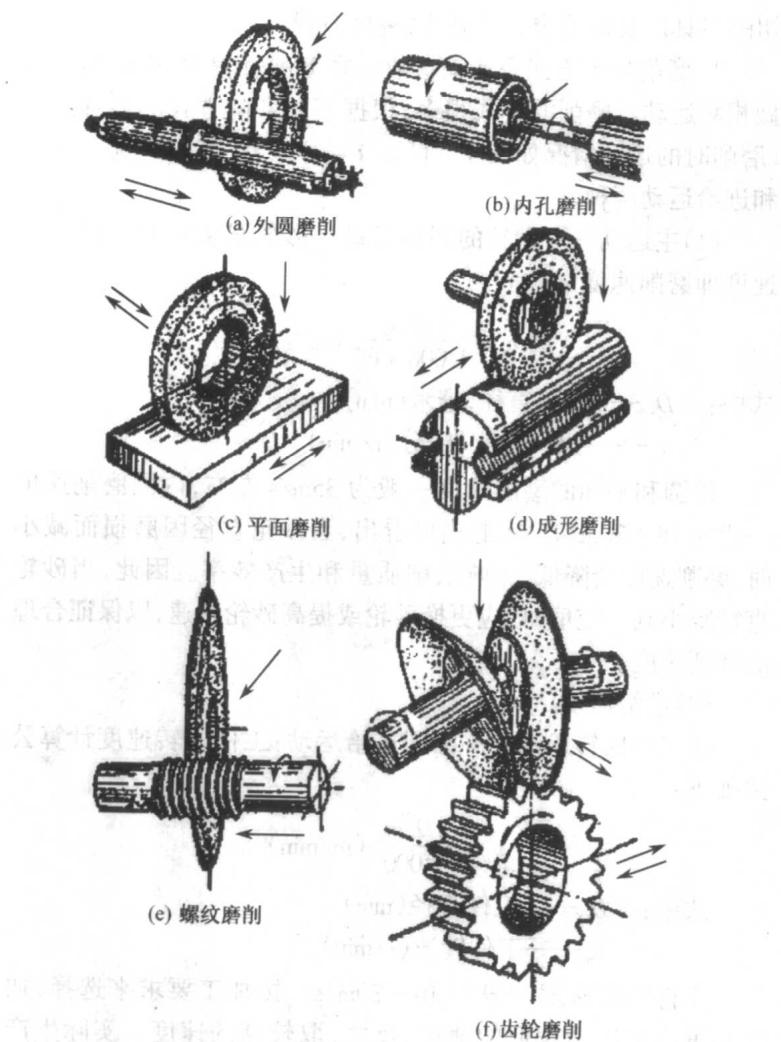
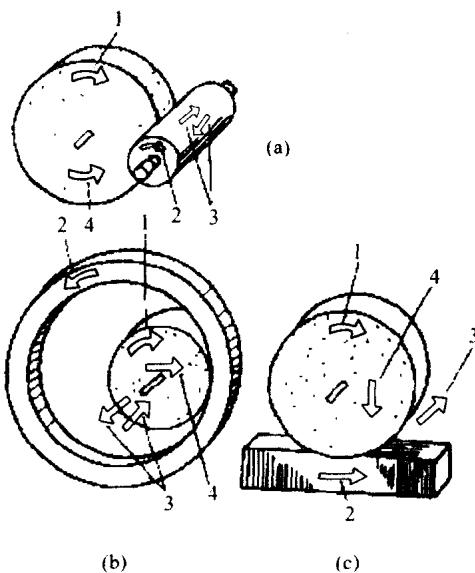

图 1-1 磨削加工方法
图 1-2 磨削时的运动
2. 磨削加工方式及运动参数 在磨削过程中,砂轮与工件做相对运动。磨削的方式很多,根据不同磨削方式的各种运动(磨削时的运动情况如图 1-1、图 1-2)来看,可归纳为主运动和进给运动两种。